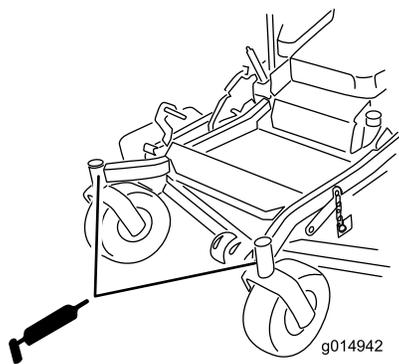

Figura 36
7. Retire el adaptador de engrase del punto de engrase. Instale el tapón hexagonal y la tapa (Figura 36).